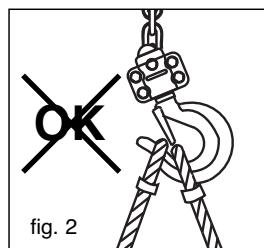

fig. 2
1. Vérifier que le palan bravo™ est correctement suspendu à son crochet de suspension (rep. 5, fig.1) et que le linguet de sécurité du crochet (rep. 6, fig.1) est bien fermé (voir figures 2 et 3).
- que l'accessoire d'amarrage de la charge porte à fond de crochet et n'empêche pas la fermeture du linguet de sécurité (voir fig. 2 et 3).